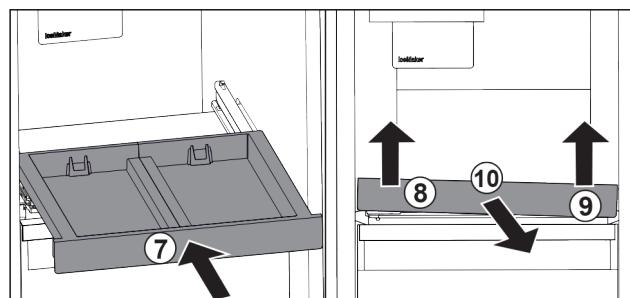

Fig. 30
- Vstavite izvlečno polico. Fig. 30 (7)
- Izvlečno polico dvignite naprej levo. Fig. 30 (8)
- Izvlečno polico dvignite naprej desno. Fig. 30 (9)
- Izvlečno polico odstranite v smeri naprej. Fig. 30 (10)